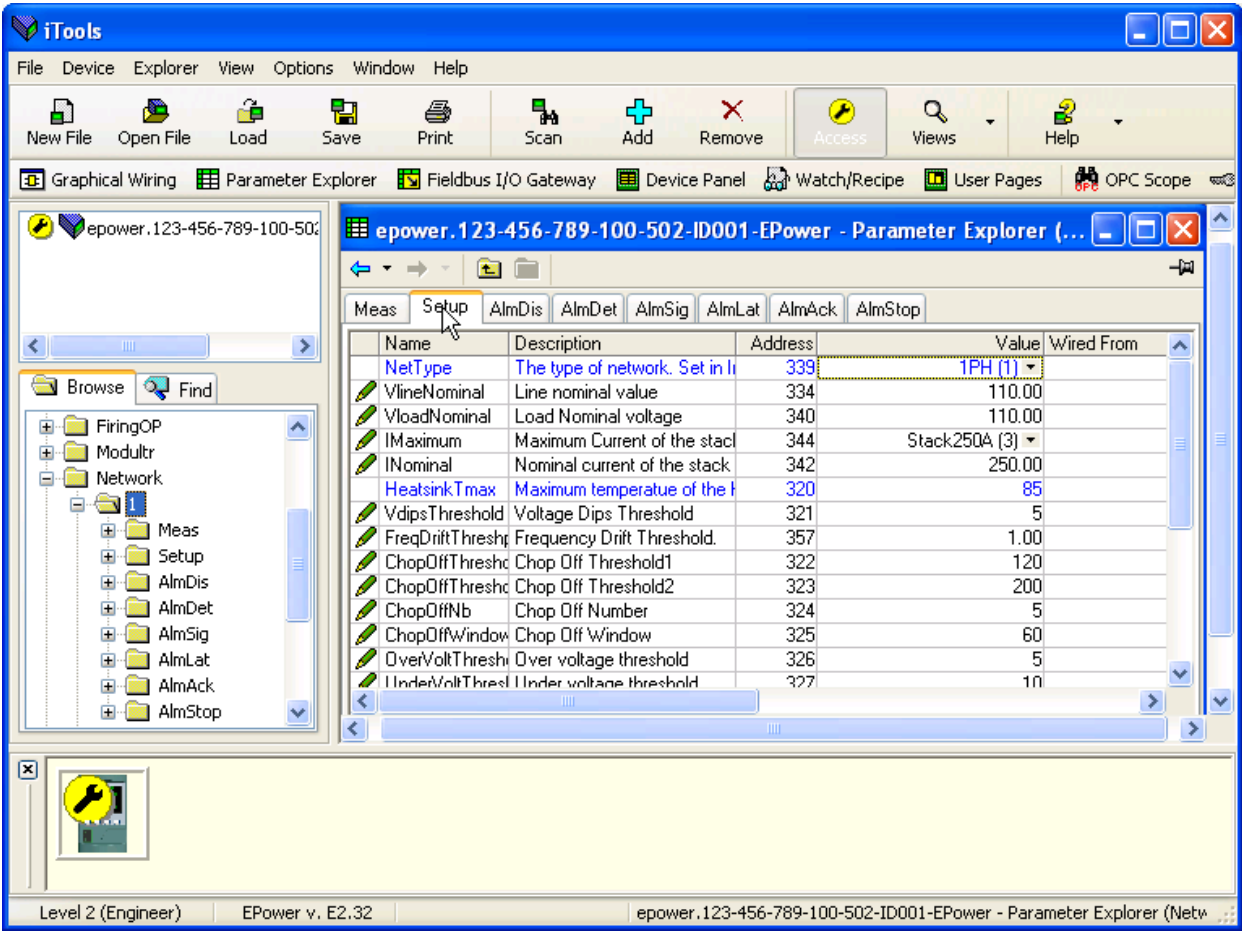
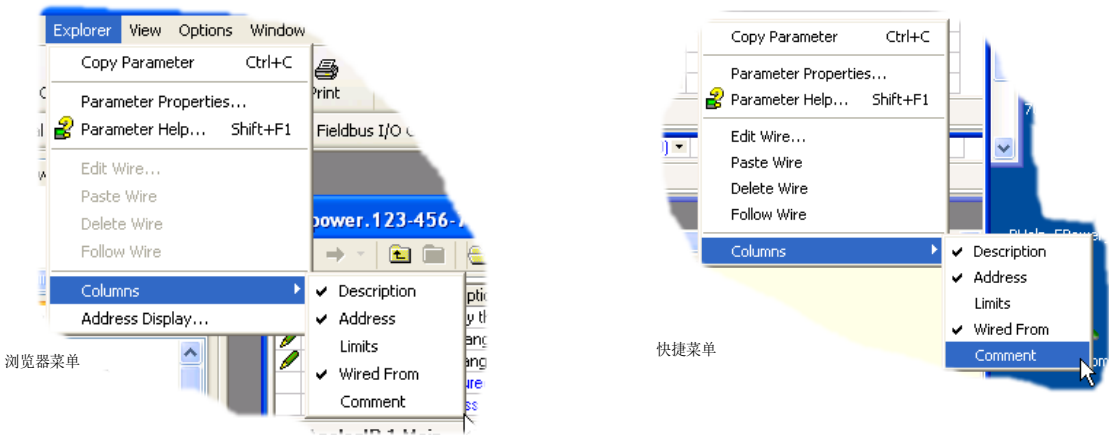

图 133 参数表示例
图 134 列启用 / 禁用
上图显示了默认的表布局。可通过资源管理器或右键菜单内“Columns”项增删视图列 (图 134)。
1. 蓝色的参数是不可编辑的（只读）。在上面的示例中，所有的参数都是只读的。读 / 写参数用黑色表示，在表的左边缘的读 / 写访问列中有一个“铅笔”符号。多个此类项目显示在上文图 133 中。
2. 列。默认资源管理器窗口（图 133）包含列：“Name”、“Description”、“Address”、“Value”、“Wired From”。从图 134 可见，可在一定程度上通过“浏览器”菜单或快捷菜单选择要显示的列。上文的示例启用了“限值”。
3. 隐藏参数。默认情况下，iTools 将隐藏在当前快捷菜单中被认为不相关的参数。通过选项菜单“Parameter availability”设置项，可在表格中展示此类隐藏参数（图 134）。这些项目以阴影背景显示。
| 列 | 允许用户启用 / 禁用参数表的多个列（图 134）。 |